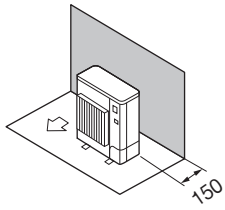

Fig. 2-6
- ① มีสิ่งกีดขวางที่ด้านหลังเท่านั้น (Fig. 2-6)